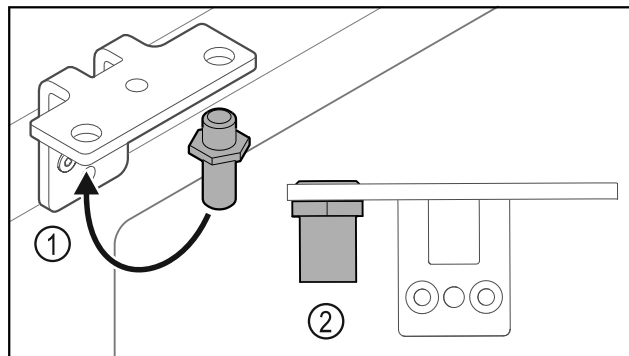

Fig. 30
- Bouten Fig. 30 (1) naar de scharnierhoek verplaatsen.
- Bouten Fig. 30 (2) met **aanhaalmoment van 12 Nm** vastdraaien.